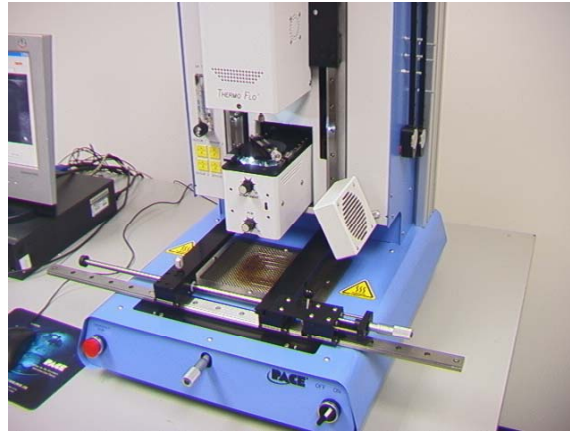

Figura 16
- viii. Coloque el componente en la placa de montaje sobre el cárter de la cámara. (Figura 16) El componente deberá estar orientado del mismo modo que la boquilla.